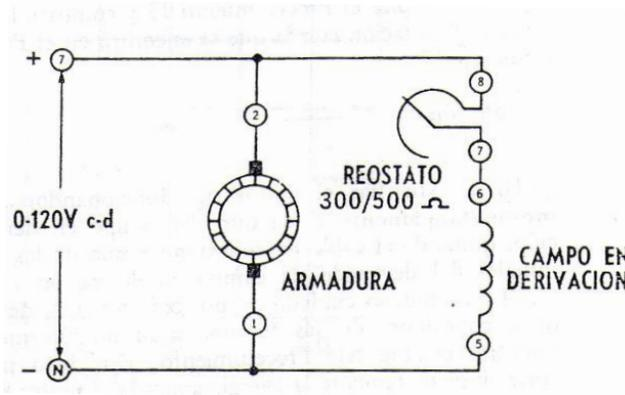

Figura 2-4.
12. Conecte el circuito que aparece en la **Figura 2-4**. Observe que el reóstato está en serie con el campo en derivación y que esta combinación se conecta en paralelo con la armadura a través del voltaje de entrada.
16. Intercambie los cables de conexión que van a la fuente de energía. El circuito debe quedar igual al que se ilustra en la **Figura 2-4**. Ahora invierta sólo las conexiones de la armadura.